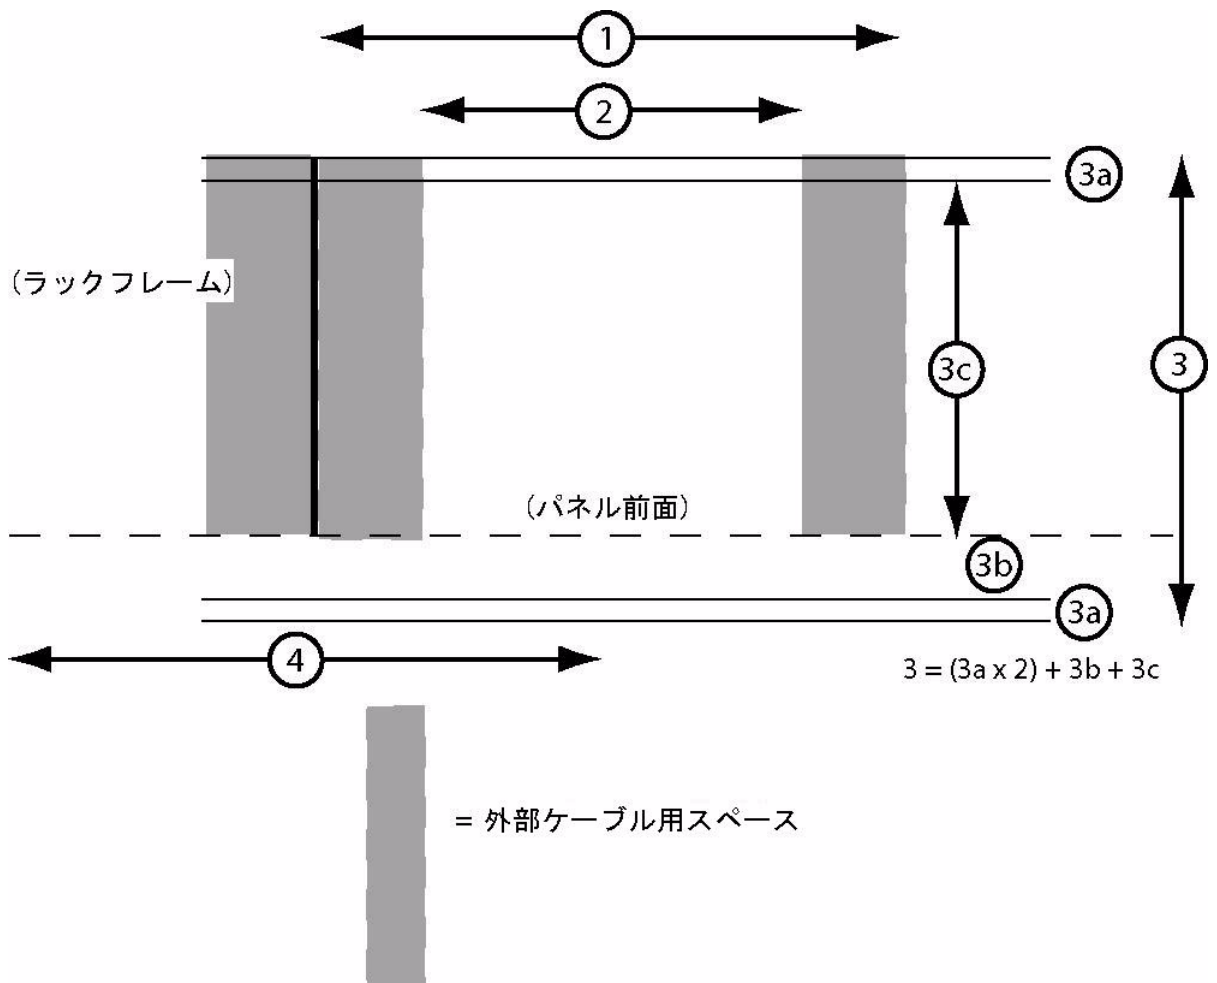

図 1-2 ラック設置時のスペース必要条件 (上から見た図)(表 1-2)
設置スペース	設置スペースについては以下の値と図 1-2 を参照してください。 ① マウント用の横幅の最低値：500 mm。 ② マウント用フランジの間隔：442 mm(完全になにもないこと) ③ 全体の奥行き：605 mm: ③a ラックのドアやカバー：10 mm（前面および背面） ③b パネルより前部：41 mm ③c パネルより背部：545 mm ^a ④ ラックの間隔（それぞれのシャーシの中心の間隔）：650 mm